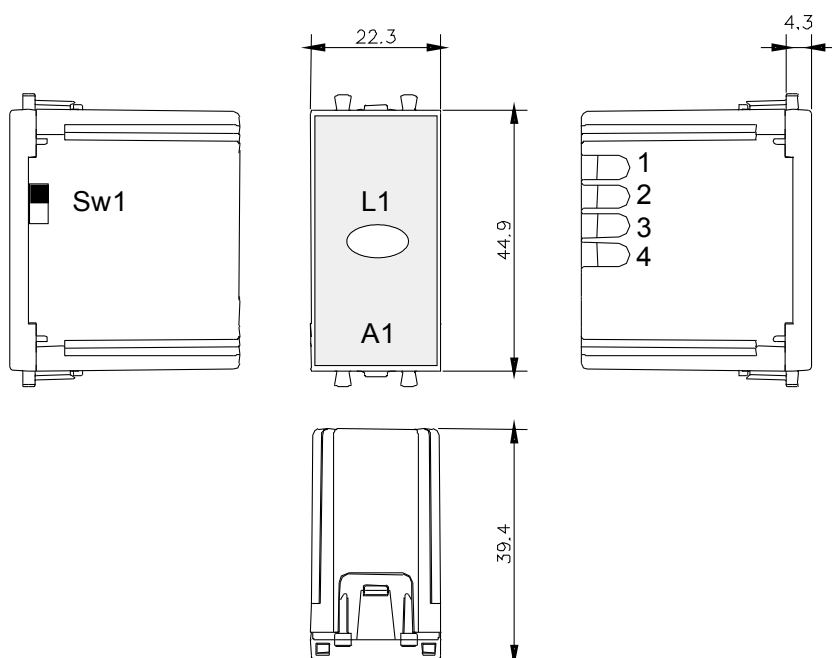

fig. 1
- w celu załączenia lub wyłączenia światła umieścić palec w pobliżu niebieskiej diody led na przodzie urządzenia (zobacz: fig. 1)